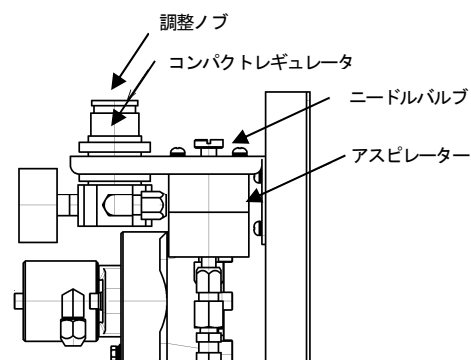
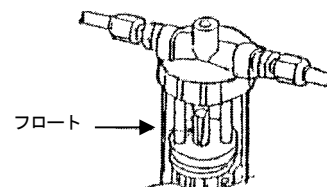

図1：本器側面
図2：フローモニタ付MCフィルタ
- (1) 圧縮空気の供給側が閉じてあることを確認して下さい。
- (2) コンパクトレギュレータの調整ノブのロックリングが上側にあることを確認後（下側にある場合は、回転しません）、調整ノブをLOW側（反時計方向）に停止するまで回して下さい。（図1）
- (3) ニードルバルブを時計方向に停止するまで回した後、反時計方向に2回転戻して下さい。（図1）
- (4) 圧縮空気の供給側を開いて下さい。
- (5) フローモニタ付MCフィルタのフロートが上部ストッパーに当たり静止するまでコンパクトレギュレータの調整ノブをゆっくりHIGH側（時計方向）に回し、ロックリングを奥側に移動させ調整ノブを固定して下さい。
- (6) フローモニタ付MCフィルタのフロートが上部ストッパーに当たり1～2mm上下運動するまで、ニードルバルブを時計方向にゆっくり回して下さい。（図2）